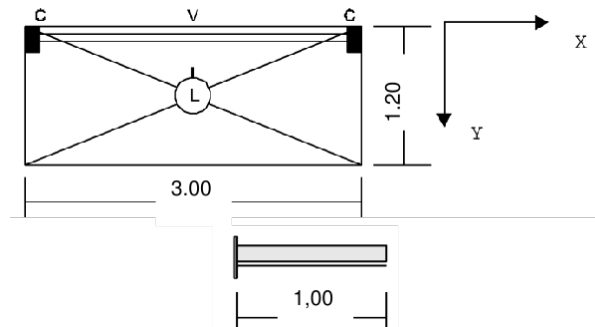

Figura 1: Planta de la columna correspondiente al ejercicio 2)
2. a) Diseñar la columna de sección rectangular indicada en la Figura 1 como C que pertenece a un edificio sometida a las siguientes cargas:
3. Diseñar la columna de sección rectangular indicada en la Figura 1 según CIRSOC 201-05